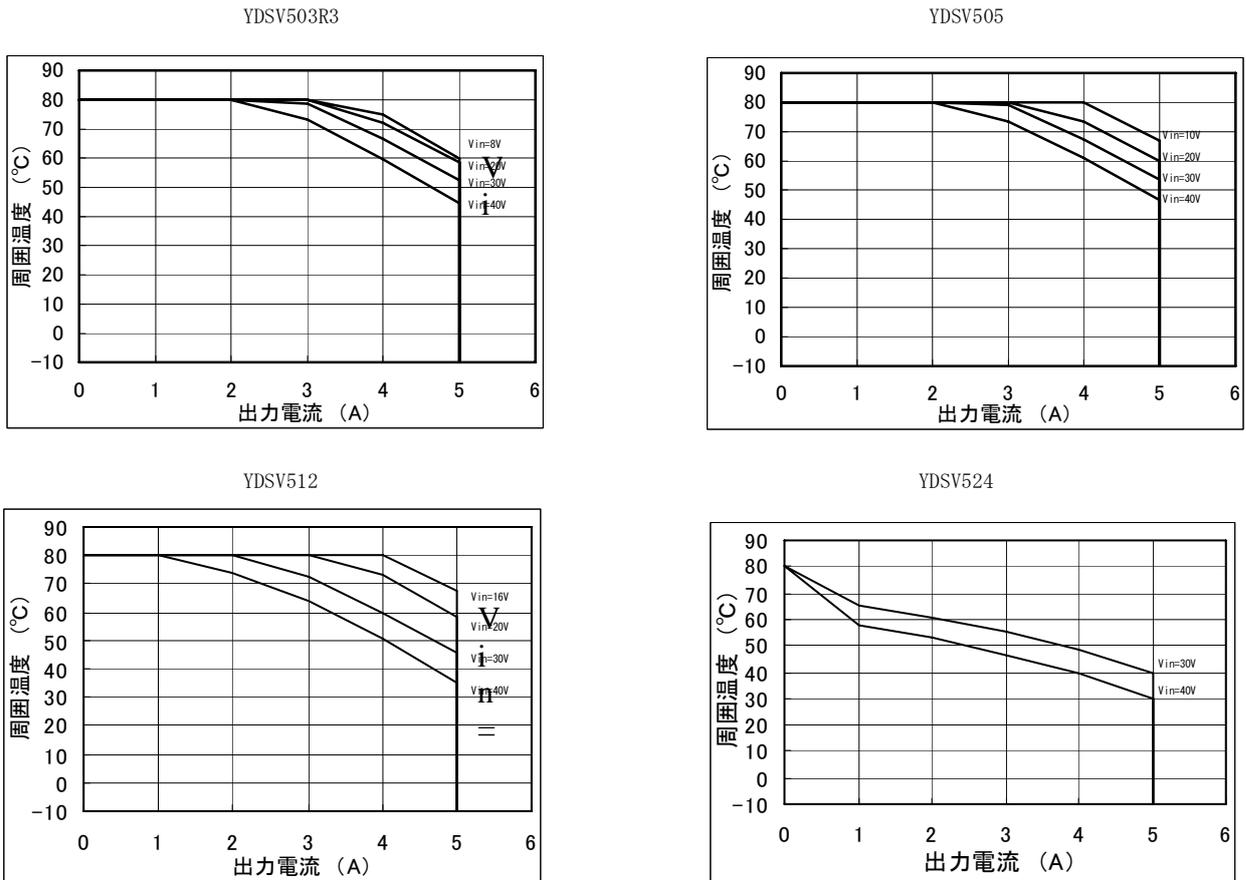

図5. 出力電流 Vs 周囲温度
YDSV500シリーズの最高周囲温度は入力電圧、出力電流により変換効率が変動し、内部ロスが変化するため、図5のグラフまたは内部ロス曲線、効率曲線から決定します。
- c). 図5の「出力電流 Vs 周囲温度」グラフからb)の条件における最高周囲温度が決定されます。